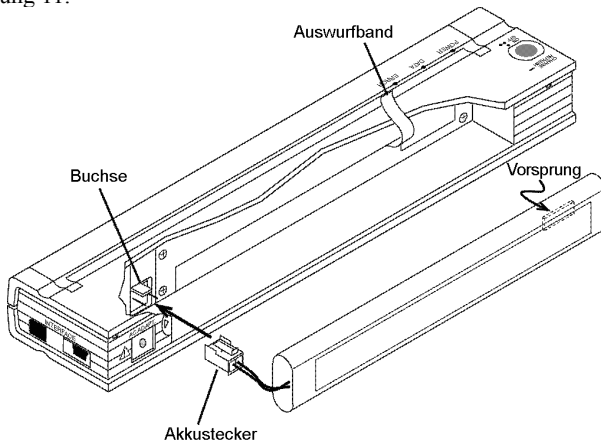

Abbildung 11. Anschließen des Akkusteckers an der Buchse
3. Schließen Sie den Akkustecker an der Buchse im Inneren des Akkufachs an. Siehe Abbildung 11.